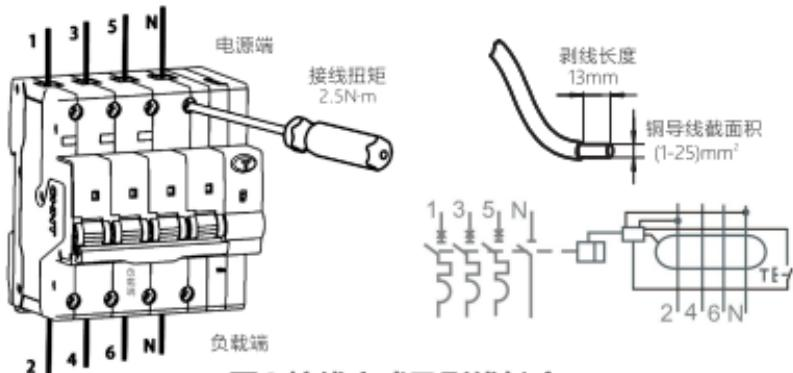

图6 接线方式及剥线长度
8.4 适用于铜导线连接，导线选择见表8，接线方式及剥线长度示意见图6。